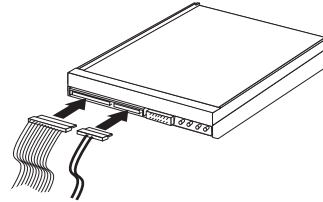

Figura 11. Collegamento del connettore di alimentazione a cinque fili all'unità
3. Individuare uno dei connettori di alimentazione supplementari a cinque cavi e collegarlo all'unità. Consultare la sezione Figura 11.